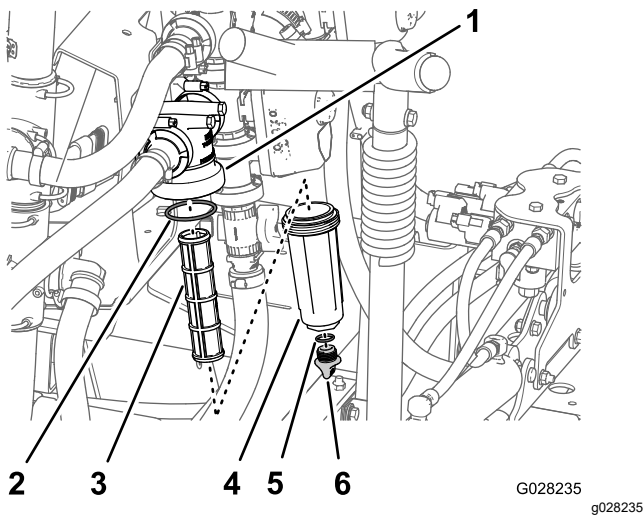

図 56
2. 圧力フィルタの下に受け容器をおく 図 56。
3. 圧力フィルタのボウルについているドレンキャップを左に回して外す 図 56。
4. ボウルを左に回してフィルタヘッドを外す 図 56。
5. 圧力フィルタエレメントを外す 図 56。
7. ドレンプラグのガスケットボウルの内側とボウルのガスケットフィルタヘッドの内側に傷や破損がないか点検する 図 56。
8. 圧力フィルタエレメントをフィルタヘッドに取り付ける 図 56。
9. フィルタヘッドにボウルを取り付けて手締めする 図 56。
10. ボウルの底部のフィッティングにドレンキャップを取り付けてキャップを手締めする 図 56。